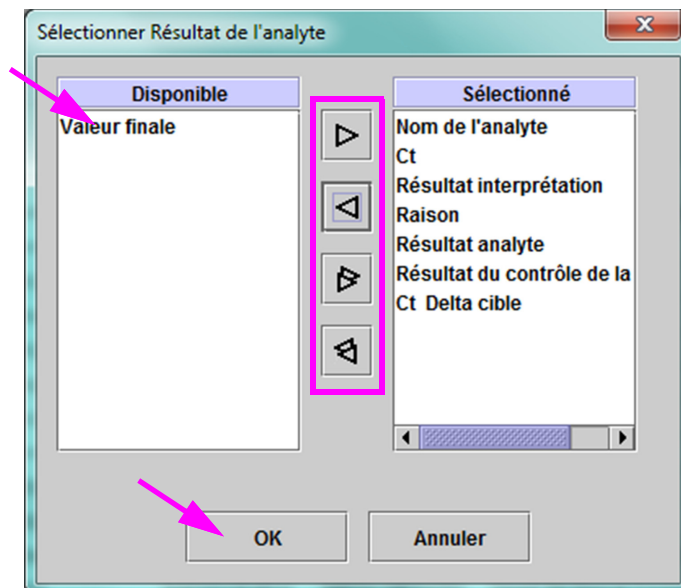

Figure 5-58. Boîte de dialogue Select Analyte Result (Sélectionner le Résultat de l'analyte)
- Le bouton **Analyte Result (Résultat de l'analyte)** permet à l'utilisateur de sélectionner des informations spécifiques pour inclure la section du résultat de l'analyte dans le rapport Figure 5-58).